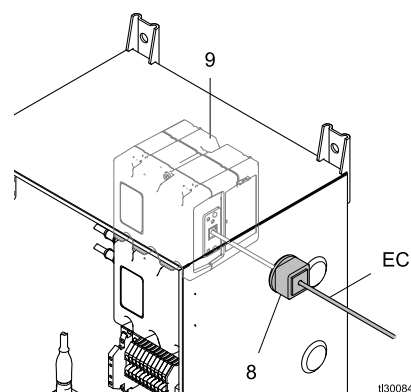

Figure 10 CGM, EC i łącznik przewodu
4. Otworzyć przelotkę i umieścić w środku przewód FieldBus (EC) (rysunek 10), sprawdzając, czy wystający odcinek ma wystarczającą długość, by poprowadzić go wewnątrz skrzynki i połączyć z CGM (9).